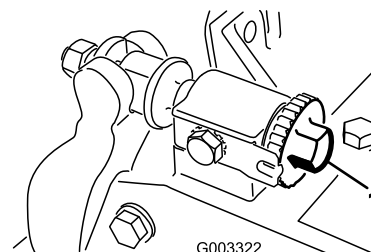

Figure 24
1. Séparez le cylindre et la contre-lame en tournant les boutons de réglage de la contre-lame (Figure 24) dans le sens anti-horaire jusqu'à ce que les deux pièces ne soient plus en contact.